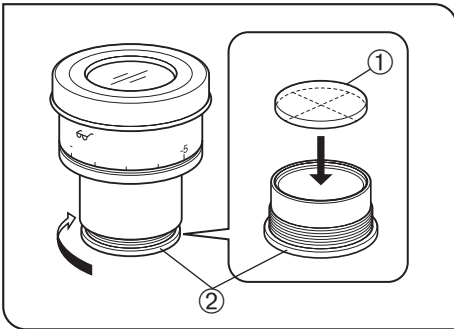

図 36
**3 接眼マイクロメータの取付け (図 36)**
取付け方は図36のように、内蔵のマイクロメータ枠②を矢印の方向に回して取外し、マイクロメータ①の表示面を下側にして落し込みます。